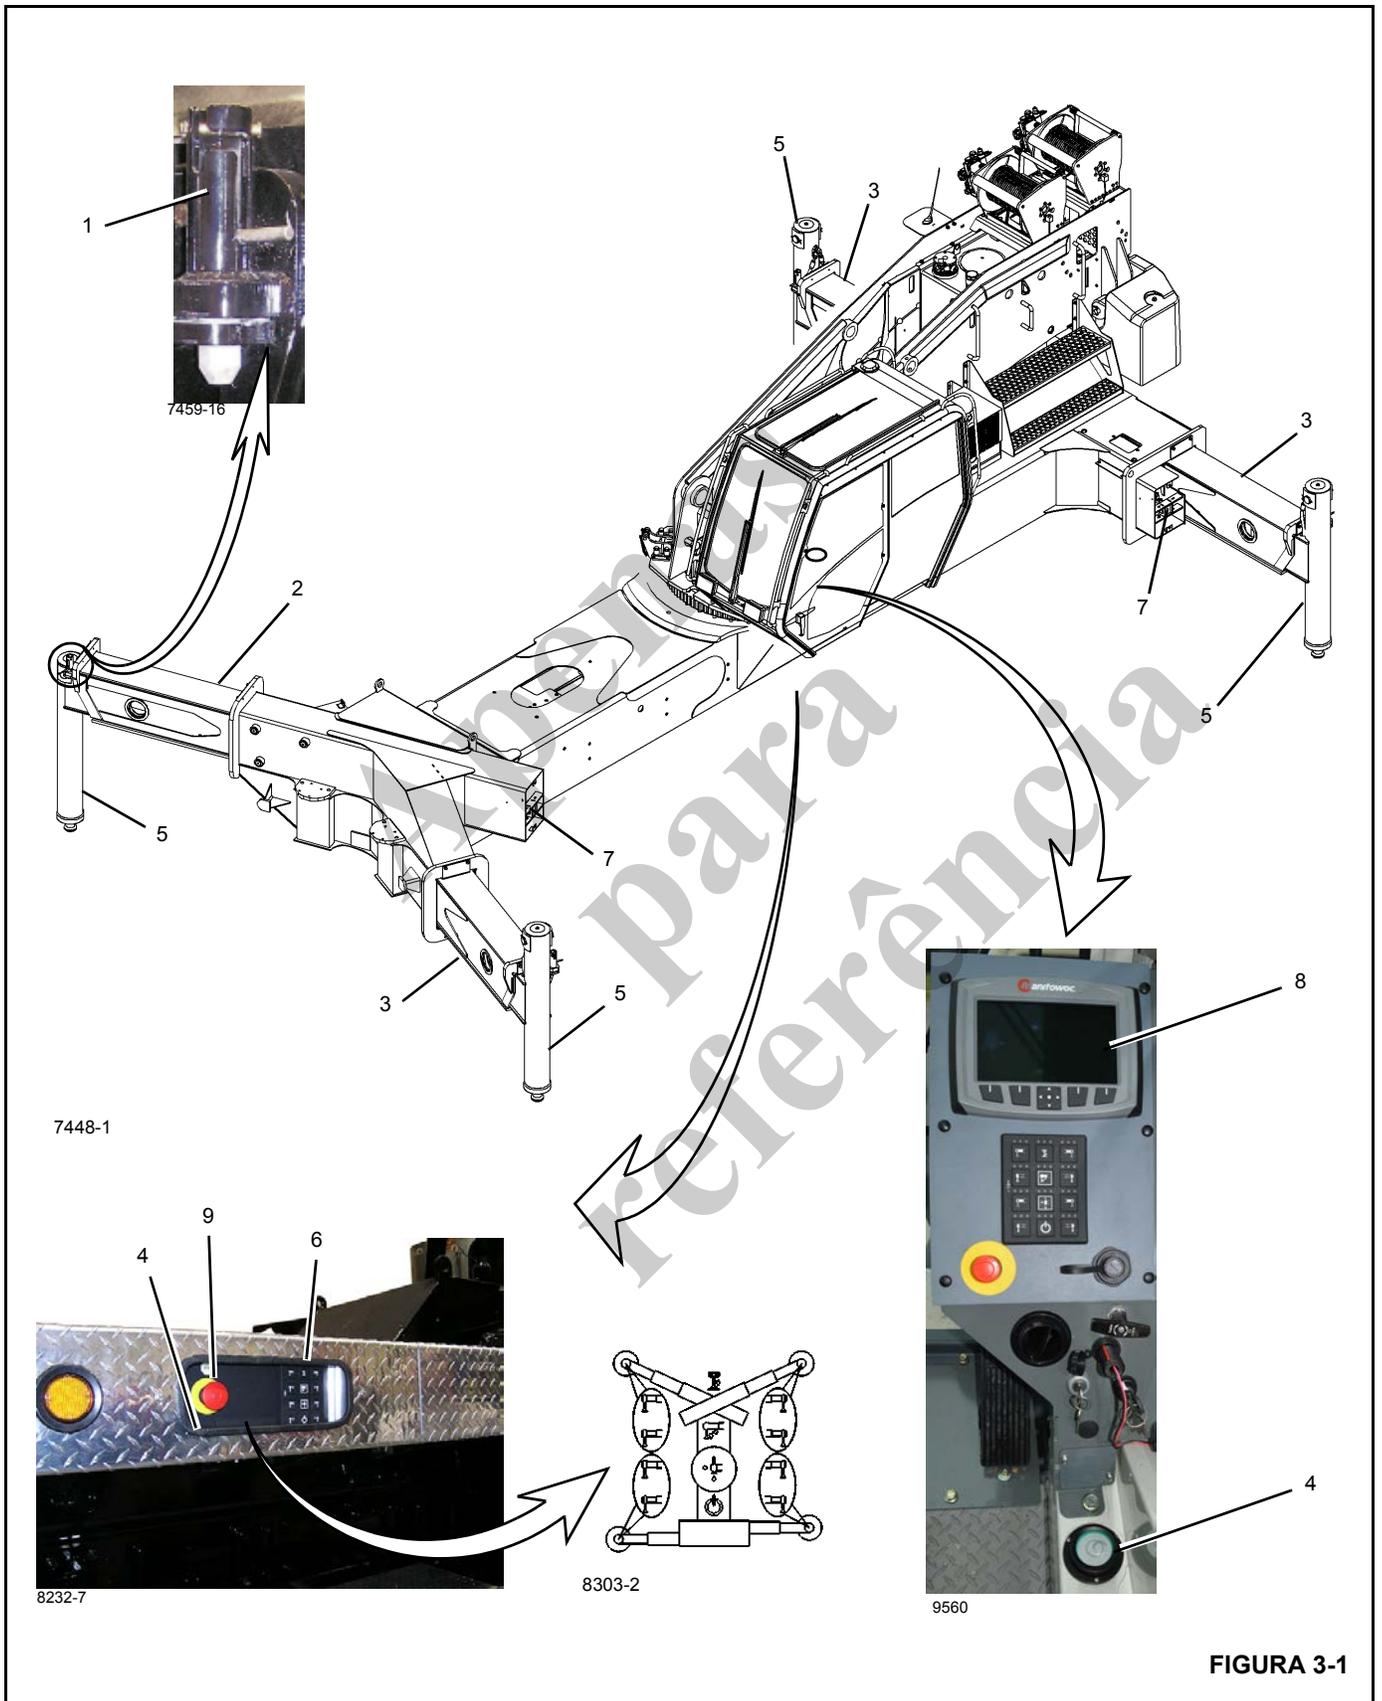
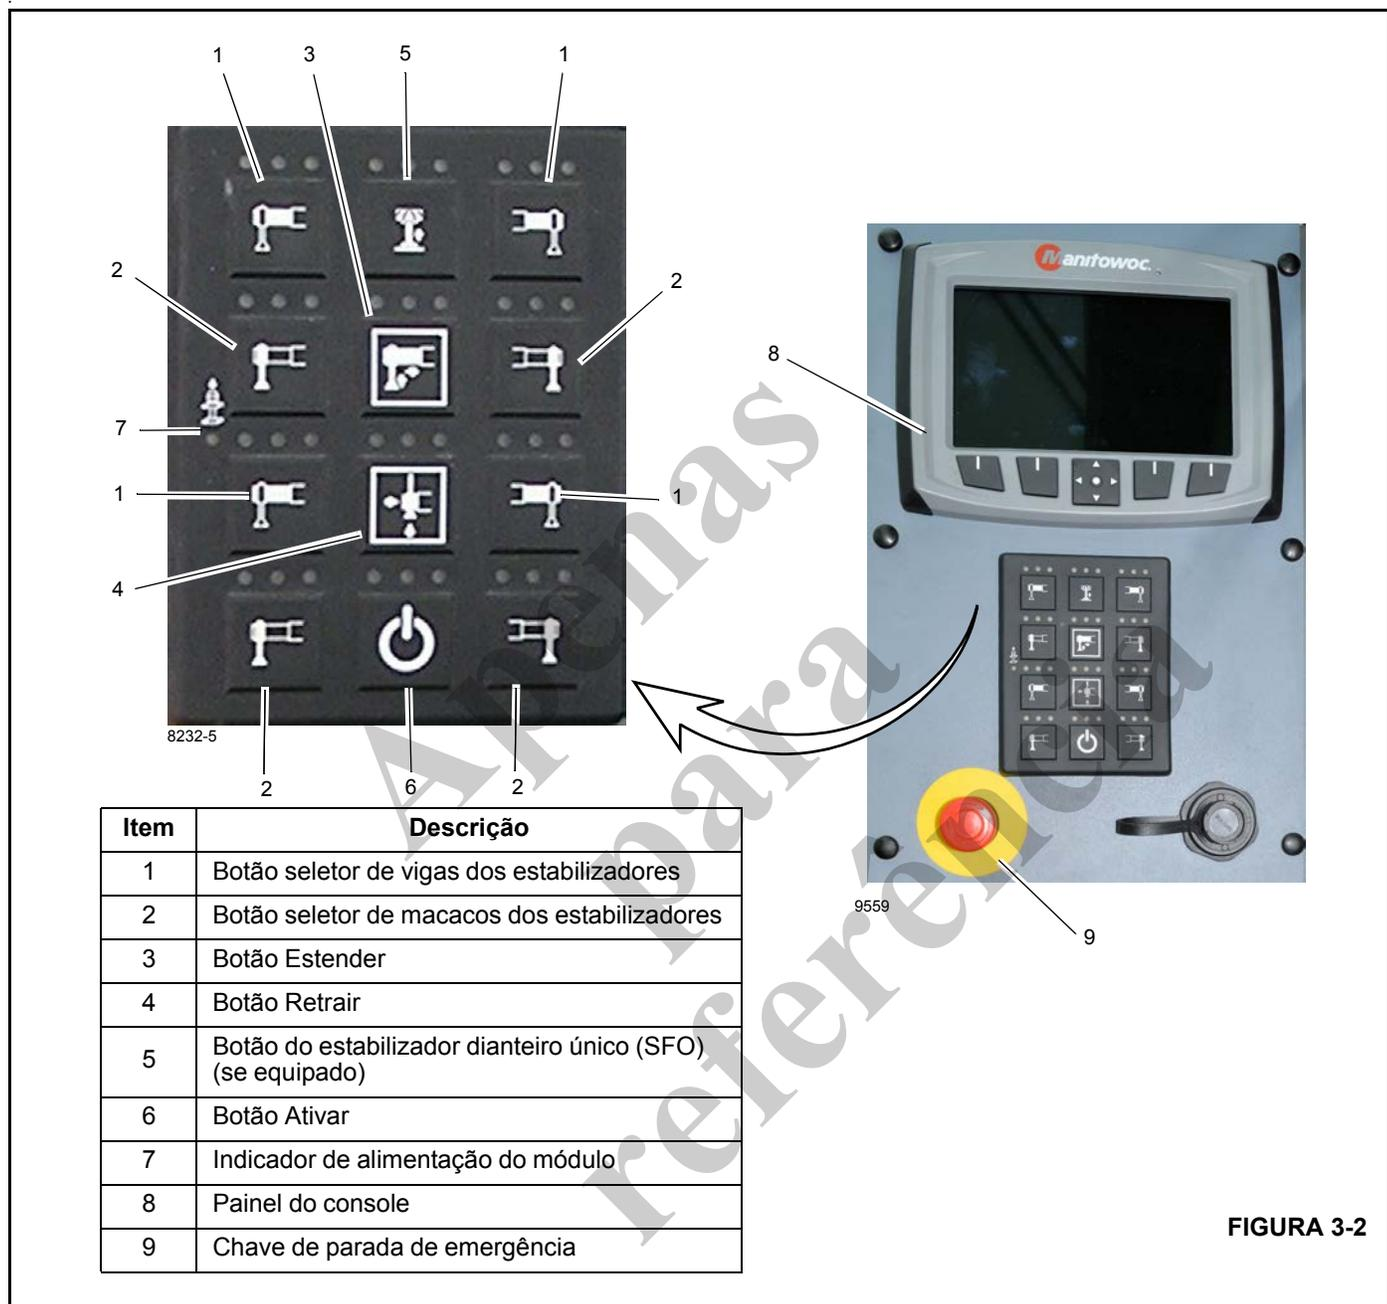

FIGURA 3-1
FIGURA 3-2
Os estabilizadores podem ser operados de três locais, incluindo um controlador portátil localizado (Figura 3-2) no console da cabine do guindaste e dois painéis de controle da estação de solo localizados à esquerda e à direita da plataforma do transportador. Cada controlador possui os botões de controle para estender e retrair as vigas dos estabilizadores, para elevar e abaixar os cilindros dos estabilizadores com macaco e para elevar e abaixar o estabilizador dianteiro único (se equipado).
O painel de controle do estabilizador (Figura 3-1) está localizado no painel dianteiro do console da cabine da superestrutura (8) e é usado para controlar os estabilizadores de dentro da cabine. Cada painel de controle possui um touchpad com botões de controle e indicadores de controle para estender e retrair as vigas dos estabilizadores, para elevar e abaixar os cilindros dos estabilizadores com macaco e para elevar e abaixar o estabilizador dianteiro único (SFO), se equipado. A estação contém um indicador de nível e uma chave de parada de emergência. Todas as funções do estabilizador podem ser controladas pelo painel de controle da cabine.
Os painéis de controle da estação de solo estão localizados nos lados esquerdo e direito da plataforma do transportador (Figura 3-1). Cada estação de controle possui um touchpad com indicadores LED, botões de controle para estender e retrair as vigas dos estabilizadores, para elevar e abaixar os cilindros dos estabilizadores com macaco e para elevar e abaixar o estabilizador dianteiro único (SFO), se equipado. Cada estação contém um indicador de nível e uma chave de parada de emergência.
Há um painel de controle do estabilizador em cada lado da estrutura do guindaste, como mostrado na Figura 3-1 e Figura 3-2. Os detalhes a seguir aplicam-se a ambos os painéis de controle como indicado.
Há quatro botões seletores de vigas do estabilizador (1) localizados em cada painel de controle do estabilizador (Figura 3-2).
Há quatro botões seletores de macaco do estabilizador (2) localizados em cada painel de controle do estabilizador (Figura 3-2).
O botão de ativação (6) está localizado em cada painel de controle do estabilizador (Figura 3-2) e é usado em conjunto com a pré-seleção de botões do seletor do estabilizador (1, 2) para controlar as funções do estabilizador.
O botão de extensão (3) está localizado no painel de controle do estabilizador (Figura 3-2) e é usado em conjunção com os botões de ativação (6) para controlar as vigas do estabilizador ou as funções do macaco.
O botão de retração (4) está localizado no painel de controle do estabilizador (Figura 3-2) e é usado em conjunto com os botões de ativação (6) para controlar as vigas do estabilizador ou as funções do macaco.
Os indicadores LED exibem o status do botão de controle selecionado (Figura 3-2) no painel de controle do estabilizador. Um LED acenderá por 5 segundos depois que um botão tiver sido selecionado.
O indicador de alimentação do módulo (7) está localizado em cada painel de controle do estabilizador (Figura 3-2) é ativado quando um LED verde acende. A estação de controle não pode ser ativada se o guindaste estiver executando outra função. (Por exemplo: operar a lança.)
Os botões do seletor da viga do estabilizador (1, Figura 3-2) são usados para operar as vigas dos estabilizadores dianteiros ou traseiros. Ambos os lados podem ser operados pelo painel de controle do estabilizador da cabine.
Os botões seletores da viga do estabilizador do controle de solo (1, Figura 3-2) são usados para operar a viga do estabilizador dianteiro ou traseiro do mesmo lado do guindaste em que a estação de solo se encontra.
Use os botões seletores do macaco do estabilizador (2, Figura 3-2) para indicar qual macaco deseja operar.
O botão do estabilizador dianteiro único (SFO) (5, Figura 3-2) está localizado no painel de controle do estabilizador (se equipado).
Há uma chave de parada de emergência (9, Figura 3-2) localizada em cada controle do estabilizador em cada lado do transportador e dentro da cabine no console dianteiro (9, Figura 3-3). Pressionar uma chave de parada de emergência desliga o motor.
Um indicador de nível de bolha (Figura 3-1) está localizado na parede interior direita da cabine em cada painel de controle do estabilizador na estação de solo localizada na plataforma da estrutura inferior. O indicador fornece ao operador uma indicação visual para determinar o nivelamento do guindaste.